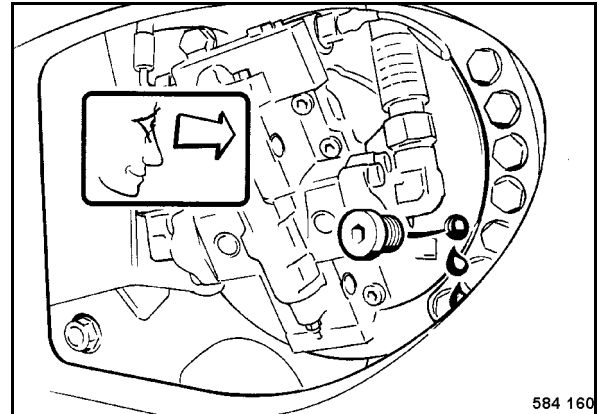

Fig. 118
- Desenroscar el tapón de control (Fig. 118) y comprobar el nivel de aceite.